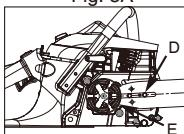

Fig. 3C
6. Plasser åpningsenden av styreskinnen over skinnebolten (D). Skyv styreskinnen bak koblingstrommelen (E) til styreskinnen stopper. (Fig. 3C)